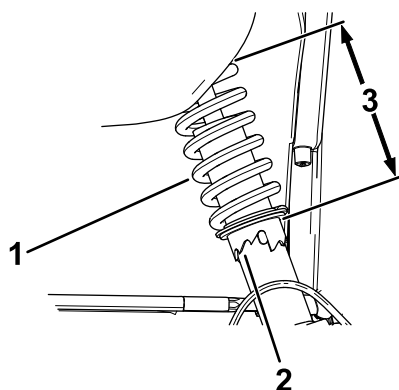

図 50
2. キャンバの調整が必要な場合には、スパナレンチでショックアブソーバのカラーを回してホイールを整列させる 図 50。